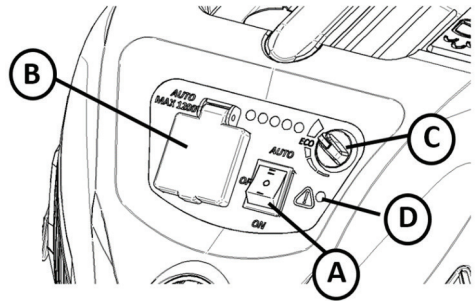

Fig. 10
Si la máquina está equipada con el sistema de limpieza de filtro semiautomático, el filtro puede limpiarse cerrando la entrada del tubo de mano (A). No obstante, si la máquina está equipada con un regulador de potencia, ajuste en primer lugar la máquina a la potencia máxima (ver fig. 10). Cierre la entrada manualmente o utilice el orificio de la máquina (B). Una vez cerrada la entrada, espere 2-3 segundos hasta que se genere la presión negativa más elevada posible.